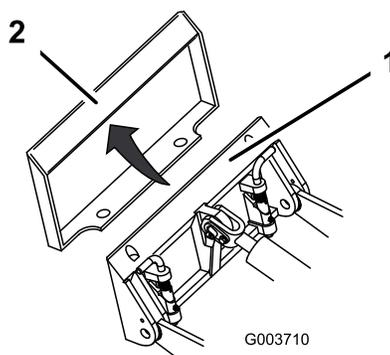

Рисунок 8
4. Вставьте монтажную пластину под верхнюю кромку установочной пластины навесного оборудования (Рисунок 8).